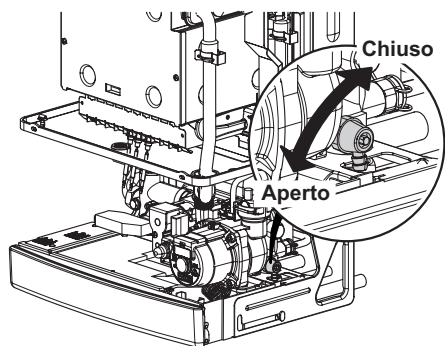

Figura 9.3
- Allentare il rubinetto di svuotamento caldaia indicato in Figura 9.3.